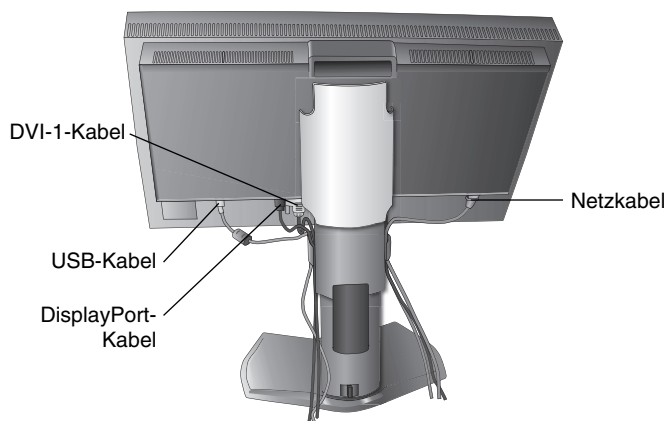
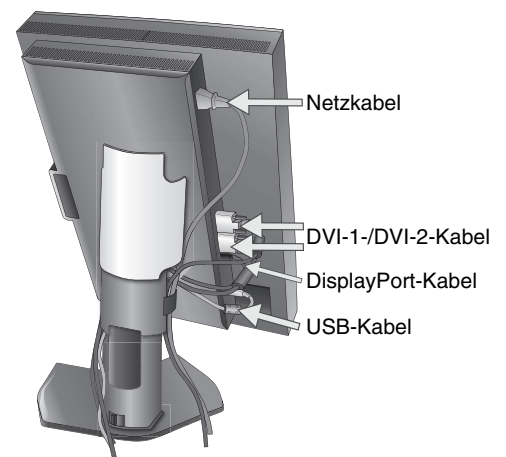

Abbildung C.2
Abbildung C.3
5. Legen Sie die Kabel in die Kabelführung im Fuß, um ein Verdrehen der Kabel zu vermeiden. Führen Sie die Kabel sicher und gleichmäßig in die Halterungen ein (**Abbildung C.2** und **Abbildung C.3**).